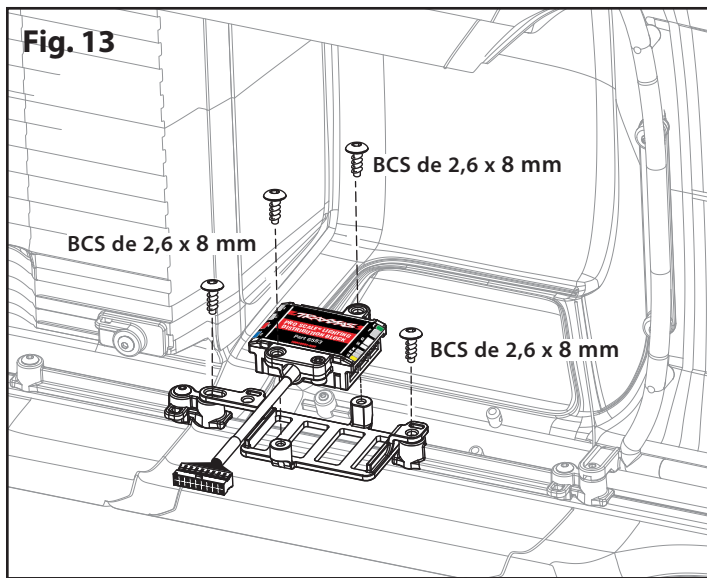

Fig. 13
3. Remove the 2.6x8mm button-head screws (2) from the side trim retainer. Install the distribution block mount and secure with the 2.6x8 mm button-head screws (2) as shown in Fig. 13.
4. Utilisez les vis à tête ronde 2,6 x 8 mm fournies pour fixer le répartiteur sur le support (Fig. 13).